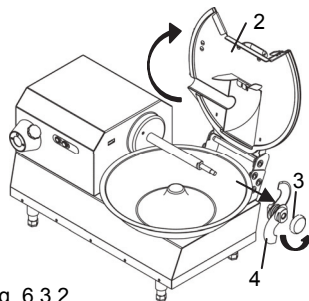

Fig. 6.3.2
- Soulever le couvercle "2" Fig. 6.3.2.
- Dévisser la poignée de verrouillage du moyeu porte-couteau "3" Fig. 6.3.2.
- Ôter le moyeu porte-couteau "4" Fig. 6.3.2 de l'arbre.
- Soulever le couvercle "2" Fig. 6.3.2 et l'enlever de son siège.